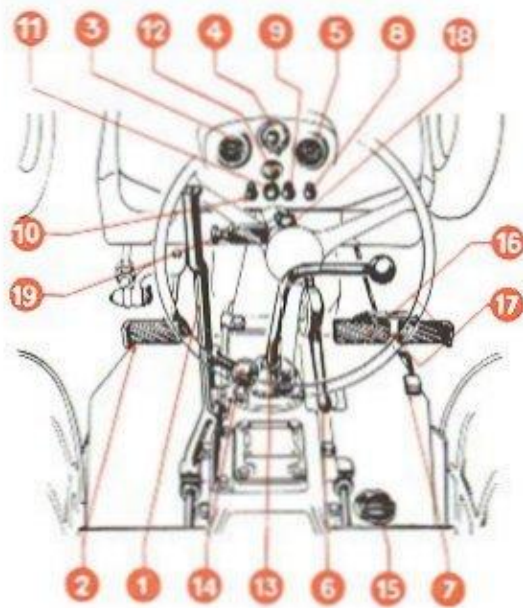

Fig. 10
1° S'assurer que le levier de prise constante (rep. 14, fig. 10) est au point mort, ainsi que le levier du changement de vitesses (rep. 13, fig. 10). Vérifier également que le frein à main (rep. 1, fig. 10) est bien serré.
- 2° Lever le rideau du radiateur en tirant au maximum sur la patte (rep. 18, fig. 10). Des crans sont prévus sur la colonne de direction qui permettent de maintenir le rideau à des hauteurs différentes en fonction de la température extérieure et de la charge imposée au moteur.
- 3° Amener l'accélérateur (rep. 6, fig. 10) aux trois quarts de sa course.
- 5° Tirer à fond le bouton de contact (rep. 9, fig. 10) et contrôler si le voyant (rep. 11, fig. 10) est allumé : le contact est alors réalisé.
- 6° Pousser le bouton de commande du démarreur (rep. 10, fig. 10). Dès la mise en route du moteur, lâcher rapidement ce bouton qui doit revenir à sa position initiale.
- 6° Maintenir tiré pendant quarante-cinq secondes, le commutateur (rep. 8, fig. 10) d'alimentation aux résistances.
- 7° Pousser sur le commutateur (rep. 10, fig. 10) établissant le circuit « BATTERIES-DEMARREUR » en maintenant tiré le commutateur (rep. 8, fig. 10).
- 1° Pousser et maintenir à fond la pédale d'embrayage (rep. 2, fig. 10).
En fonction de la vitesse d'avancement choisie, il y a lieu de jouer différemment sur le levier de prise constante (rep. 14, fig. 10) et sur le levier de changement de vitesses (rep. 13, fig. 10).
- 3° Amener l'accélérateur à main (rep. 6, fig. 10), à mi-course.
- 4° Embrayer lentement, après avoir desserré le frein à main (rep. 1, fig. 10). Pour permettre un desserrage plus facile de celui-ci, il est recommandé d'appuyer à fond sur les deux pédales de frein à pied (rep. 16, fig. 10).
- Un accélérateur au pied (rep. 7, fig 10) conjugué avec la manette, **est exclusivement réservé pour le transport sur route.**
- 1° Débrayer en poussant à fond vers l'avant la pédale (rep. 2, fig. 10).
- 1° Pousser le levier de l'accélérateur à main (rep. 6, fig. 10) vers l'avant, puis, de la pointe du pied, soulever au maximum la pédale d'accélérateur (rep. 3, fig. 8).
- 2° Couper le contact en poussant à fond le bouton (rep. 9, fig. 10).